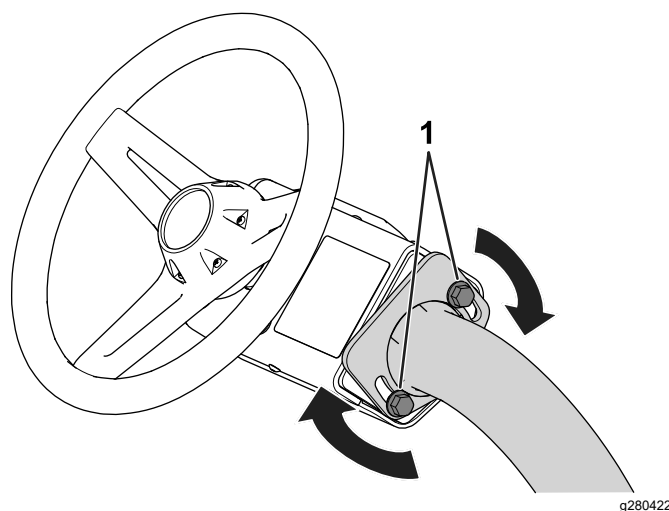

Figura 36
1. Afloje los pernos (Figura 36) que sujetan el conjunto del volante al brazo de dirección.
3. Apriete los pernos (Figura 36) para fijar el volante en la posición deseada.